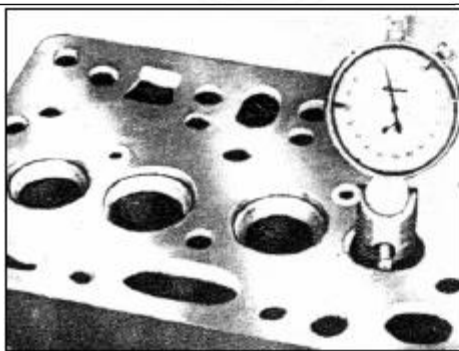

РИС. 76
- 1) Проверьте направляющие втулки клапана на наличие дефектов с помощью индикатора и калибра (рис. 76).